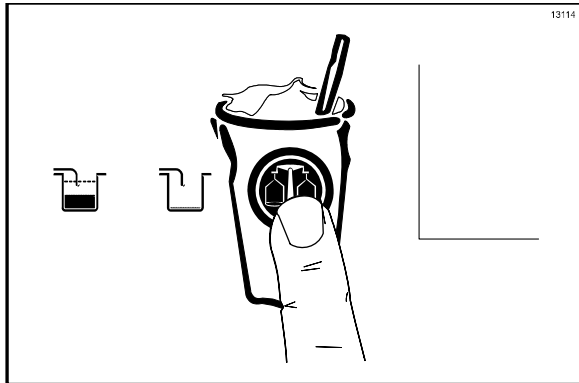

Abbildung 42
1. Anschließend das Kalibrierungssymbol  betätigen, um die Menüoptionen aufzurufen. Das Kalibrierungssymbol , das Automatiksymbol  auf der Shake-Seite und das Symbol für die optionale Geschmacksrichtung  leuchten auf. (Siehe Abbildung 42.)